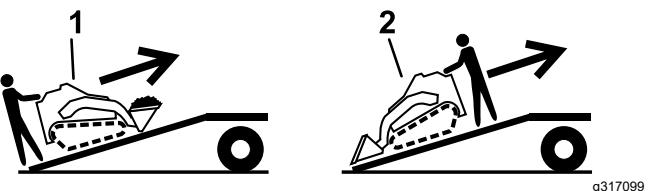

Bild 19
5. Fahren Sie beim Verladen auf den Anhänger mit dem schweren Ende der Maschine auf die Rampe und befördern Sie Lasten niedrig (Bild 19).